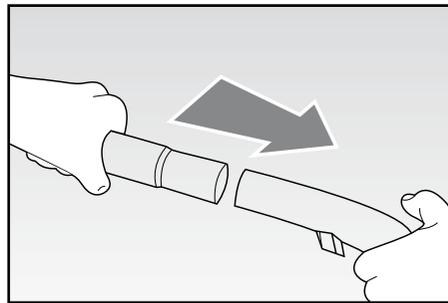

Fig. 3
- Вставить телескопическую трубу (M) в держатель (Рис. 3).